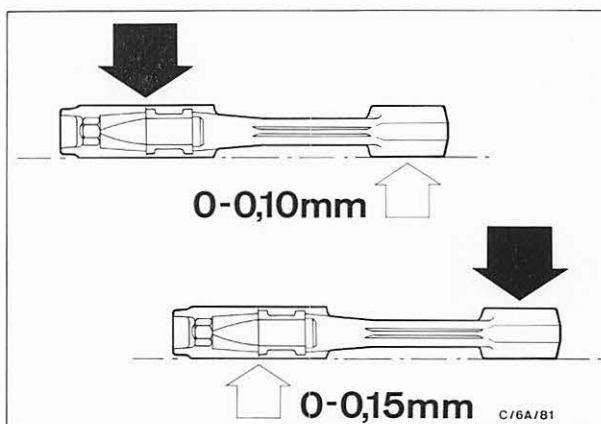

Abb. 309 Max. Abweichungen des Pleuels von der Flucht
2. Pleuel auf einer Richtplatte mit Hilfe einer Fühlerlehre vermessen. Maximale Abweichungen von der Flucht, siehe Abb. 309.